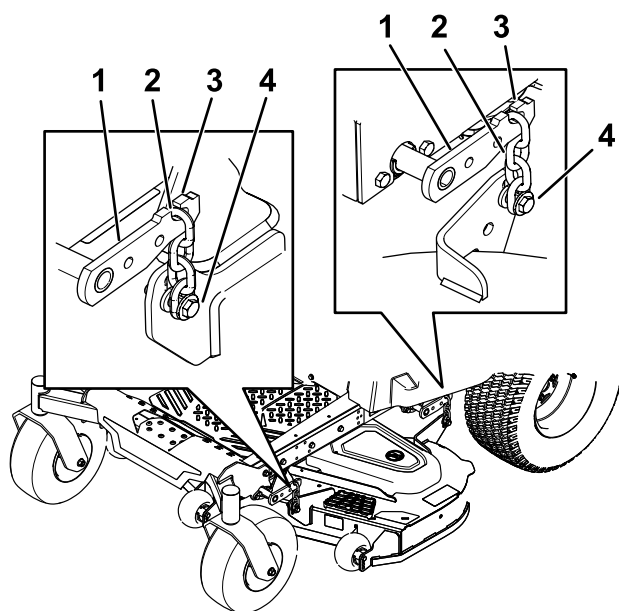

Figura 68
7. Retire las cadenas de los ganchos de los brazos de elevación de la carcasa (Figura 68).
6. Eleve la parte trasera de la carcasa de corte y conecte las cadenas a los brazos de elevación traseros (Figura 68).
7. Conecte las cadenas delanteras a los brazos de elevación delanteros (Figura 68).